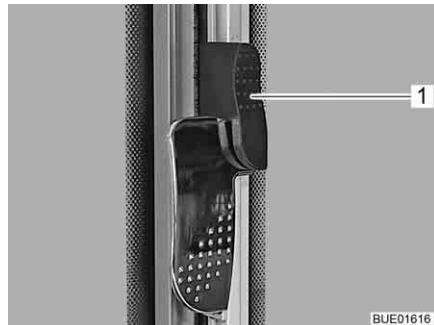

Bild 103 Schiebefenster mit Schwenkverriegelung (verriegelt)
- Sicherungsriegel (Bild 103,1) nach oben schieben.
- Sicherungsriegel (Bild 103,1) nach unten schieben.